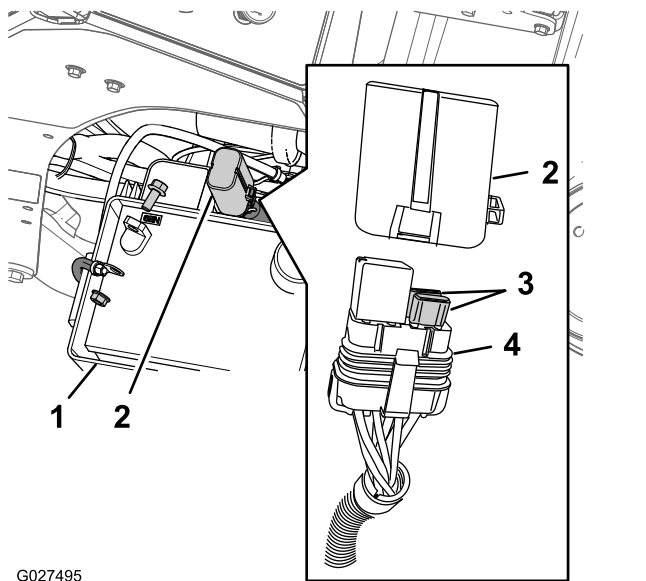

Figura 78
2. Presione la pestaña del portafusibles y separe la tapa (Figura 78).
3. Retire el fusible del zócalo del portafusibles (Figura 78).
4. Instale un fusible del mismo tipo (20 A) en el zócalo del portafusibles (Figura 78).
5. Instale la tapa en el portafusibles hasta que quede enganchado (Figura 78).